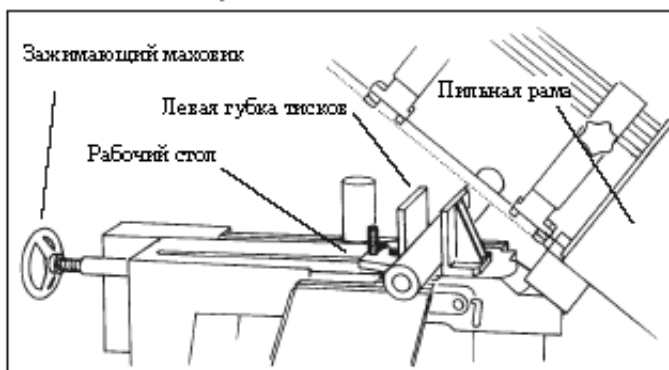

Рисунок 5: Закрепление рабочей заготовки
1. Поднимите пильную раму (см. Рисунок 5).
1. Глядя на *Рисунок 5*, ослабьте угловой стопорный винт и поворотный винт на левой губке тисков.